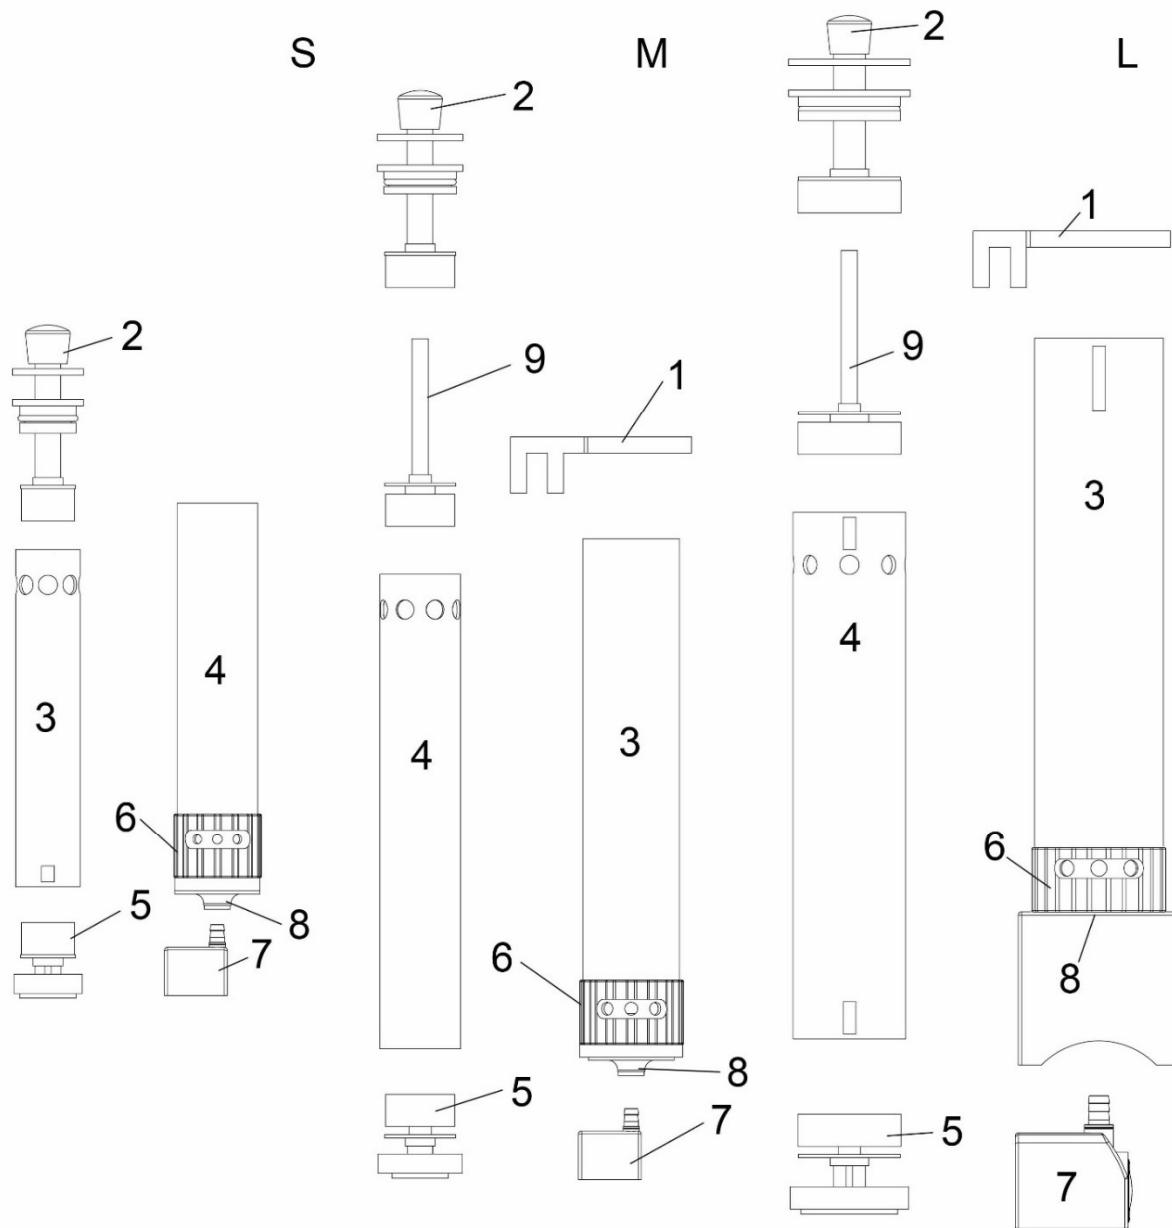

Fig. 2: 1. Holding unit 2. Top cap 3. Outer tube 4. Inner tube 5. Bottom cap 6. Water level control 7. Pump 8. Rubber sealing 9. Divider (only for L and M).
Die **multi reactoren S, M und L Gen II** wurden zum Einsatz in Filterbecken oder Aquarien konzipiert. Mit Hilfe des Halters wird der multi reactor an einer senkrechten Glasscheibe befestigt. Die Pumpe muss im Wasser untertauchen und darf keine Luft ansaugen. Der Rest des Gerätes darf maximal bis zu den oberen Auslauföffnungen (6) eintauchen. Die Eintauchtiefe lässt sich verstetzen, indem man die Klemmschraube löst und das gesamte Gerät im Halter verschiebt. Kann der Reaktor wegen eines niedrigen Wasserstands nicht tief genug ins Wasser ragen, dann können Plätschergeräusche auftreten. Durch Drehen der neuartigen Wasserstandsregulierung (Abb. 2, Nr. 6) kann das Wasser im Reaktor angestaut werden, was das Plätschern minimiert.
Abb. 2: 1. Halter 2. Oberer Verschluss 3. Außenrohr 4. Innenrohr 5. Unterer Verschluss 6. Wasserstandsregulierung 7. Pumpe 8. Gummidichtung 9. Divider (nur L und M).
Our **multi reactors S, M and L Gen II** are designed to operate either directly inside the aquarium or inside the filter sump. With the supplied holding unit, the multi reactor can be mounted horizontally on the aquarium glass. The pump needs to be fully submerged to prevent air suction. The entire body may only be submerged maximum up to the outlets (6) on top of the unit. The immersion depth of the unit can be adjusted by opening the clamp screw. If the reactor cannot be put deeply enough into the water due to a low water level, splashing noises can occur. By turning the new water level control (Fig. 2, No. 6), the water in the reactor can be accumulated which minimizes splashing noises.
Les **multi réacteurs S, M et L GEN II** ont été conçus pour être utilisés dans les bacs de filtration ou les aquariums. Le multi réacteur est fixé sur une vitre verticale à l'aide du support. La pompe doit être immergée et ne doit pas aspirer d'air. Le reste de l'appareil ne peut être immergé que jusqu'à l'écoulement supérieur (6). La profondeur d'immersion est réglable, en desserrant la vis de fixation et en décalant l'ensemble de l'appareil dans le support. Si le réacteur ne peut être immergé profondément dans l'eau à cause d'un niveau d'eau trop faible, des bruits d'éclaboussure peuvent se produire. Grâce au nouveau dispositif de régulation de niveau d'eau (Fig. 2, N° 6) l'eau peut être retenue dans le réacteur ce qui diminue considérablement ces bruits.
Fig. 2 : 1. Support 2. Bouchon supérieur 3. Tube extérieur 4. Tube intérieur 5. Bouchon inférieur 6. Régulation d'eau 7. Pompe 8. Joint en caoutchouc 9. Séparateur (L et M uniquement)
De **multi reactoren S, M en L Gen II** zijn ontworpen voor gebruik in de filter tank of aquarium. Met behulp van de houder is deze te bevestigen op een verticale glasplaat van de multi reactor. De pomp moet onderdompelen zijn in het water en mag geen lucht aanzuigen. De rest van de unit mag maximaal tot aan de top uitleatopeningen (6) onder gedompeld zijn. De dompel diepte kan worden aangepast met de klemschroef los te maken en het geheel bewegen in de houder. Als de reactor niet ver genoeg in het water teekt t.g.v. laag water niveau, kunnen spetterende geluiden gehoord worden. Door de water niveau regelaar te draaien (fig 2, nr. 6) kann het water niveau geregeld worden en de spettergeluiden geminimaliseerd worden.
Fig. 2: 1. Bevestigingsunit 2. Top cap 3. Buitenste buis 4. Binnenstege buis 5. Bodemm cap 6. Water niveau regelaar 7. Pomp 8. Rubber afsluiting 9. Verdeler (alleen voor L en M).
la abrazadera de tornillo. Si el reactor no puede ser puesto lo suficientemente profundo en el agua debido a un bajo nivel de agua, pueden producirse salpicaduras y provocar ruido. Girando el nuevo control de nivel de agua (Fig. 2, No. 6), el agua en el reactor puede ser acumulada y minimiza los ruidos de salpicaduras.
Fig 2: 1. Unidad de sujeción 2. Tapa superior 3.Tubo exterior 4. Tubo interno 5.Tapa inferior 6. Control del nivel de agua 7. Bomba 8. Sellado de goma 9. Divisor (sólo para L y M).